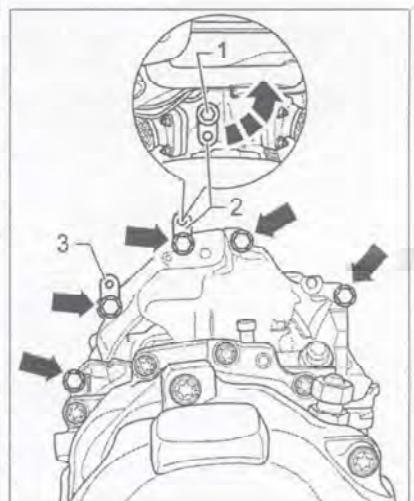

Рис. 7.183. Отверните верхние болты крепления коробки передач к двигателю (стрелки).
22. Отверните верхние болты крепления коробки передач к двигателю (стрелки) (рис. 7.183).
23. Ослабив болт (1) (сзади на турбонагнетателе) на несколько оборотов, поверните пластину (2) в направлении стрелки и снова затяните болт от руки.
24. При необходимости отложите держатель (3) с проводом в сторону и закрепите проволокой.